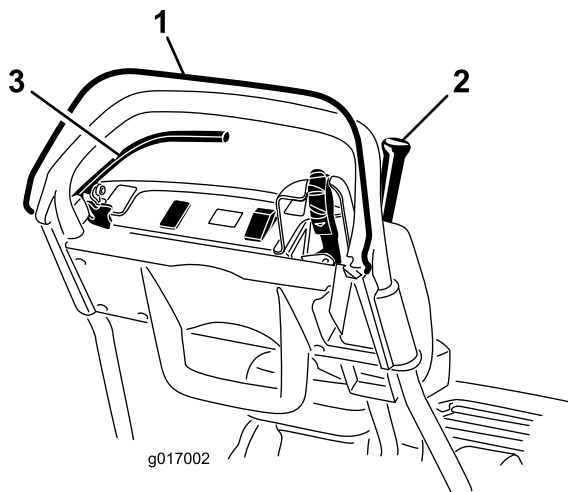

Figura 34
2. Tentate di innestare la leva della trazione con l'OPC rilasciato (Figura 34). La leva della trazione non deve innestarsi. Se la leva della trazione si innesta, il sistema di sicurezza deve essere revisionato. Rettificate il problema prima di utilizzare il tosaerba.
3. Tenete premuto l'OPC e la leva della trazione innestata per rilasciare l'OPC stesso (Figura 34). La leva della trazione deve disinnestarsi. Se la leva della trazione non si disinnesta, il sistema di sicurezza deve essere revisionato. Rettificate il problema prima di utilizzare il tosaerba.
4. Tenete premuto l'OPC e la leva del cambio spostata a sinistra per innestare il comando della trazione e trasmissione del cilindro e rilasciare l'OPC stesso (Figura 34). La leva della trazione deve disinnestarsi. Se la leva della trazione non si disinnesta, il sistema di sicurezza deve essere revisionato. Rettificate il problema prima di utilizzare il tosaerba; fate riferimento a Revisione del microinterruttore di sicurezza della trazione \(pagina 37\).